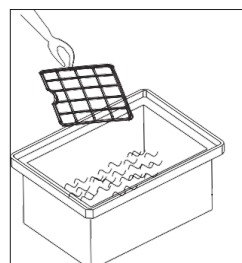

Abb. 3
3. Spülen Sie den Luftfilter mit Wasser durch (Abb. 3).